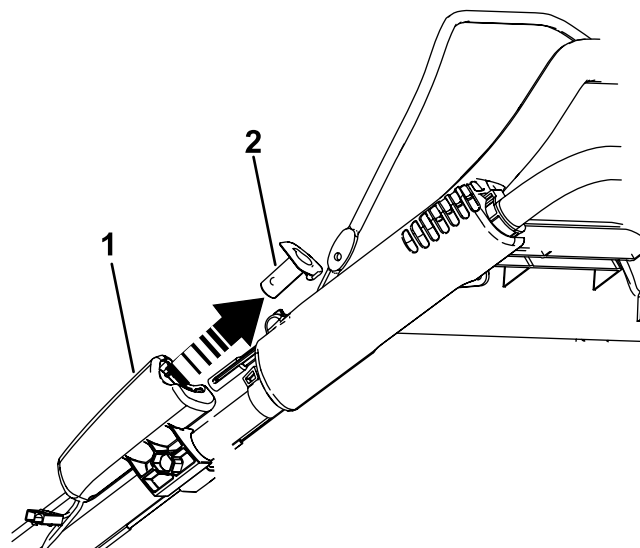

Figura 21
1. Retire o botão de arranque elétrico (se equipado); consulte a Figura 21.